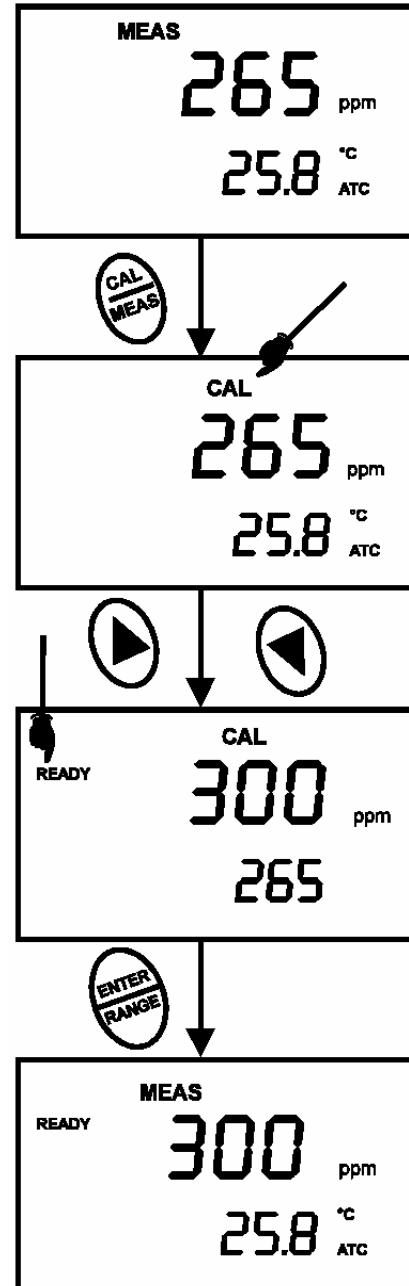

Figure 10 – Etalonnage de TDS
6. Appuyer sur la touche **ENTER** (entrée) pour confirmer la valeur d'étalonnage. L'appareil revient en mode de mesure MEAS. Voir figure 10.